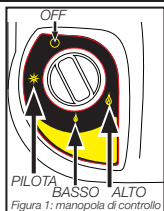

Figura 1: manopola di controllo
- Assicurarsi che la Manopola di controllo a quattro posizioni sia in posizione "OFF"  : vedere Figura 1.
- Ruotare la manopola di controllo in senso antiorario fino alla posizione "PILOTA"  e premere per accendere; vedere Figura 1 e Figura 4.
- Dopo che la formella del bruciatore è diventata arancione vivo, regolare l'uscita di calore girando la manopola di controllo nella posizione desiderata (impostazione "BASSO"  o "ALTO" ) Figura 1.